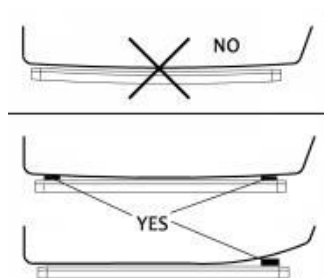

Figura C4 Figura C5
3.1 Retire el riel de tela y fíjelo en la parte exterior de la carrocería del vehículo con los tornillos B (Figura C4). El riel de tela debe instalarse horizontalmente; de no ser así, debe nivelarse (se debe proporcionar un bloque amortiguador) (Figura C5). Si la carrocería del vehículo viene con una ranura de inserción de tela preinstalada, este paso puede omitirse y no es necesario utilizar el riel de tela.